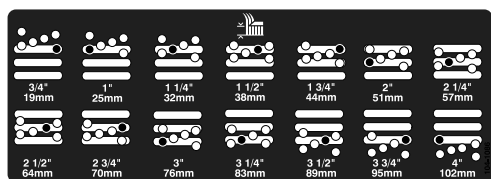

図 4
5. 希望の刈り高にチェンバを合わせ、その刈り高の穴とスロットにスペーサを通す 図 4。